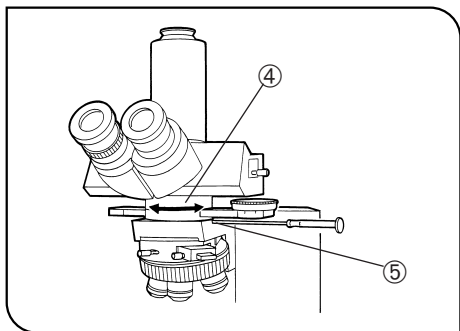

Fig. 20
4. Solte ligeiramente o parafuso de aperto do adaptador intermédio ⑤ (fig. 20)
5. Enquanto observa o campo de visão, rode o acessório intermédio para observação ortoscópica (U-OPA) ④ até obter uma extinção completa. Nesta altura, aperte o parafuso de aperto do acessório intermédio ⑤ (fig. 20)